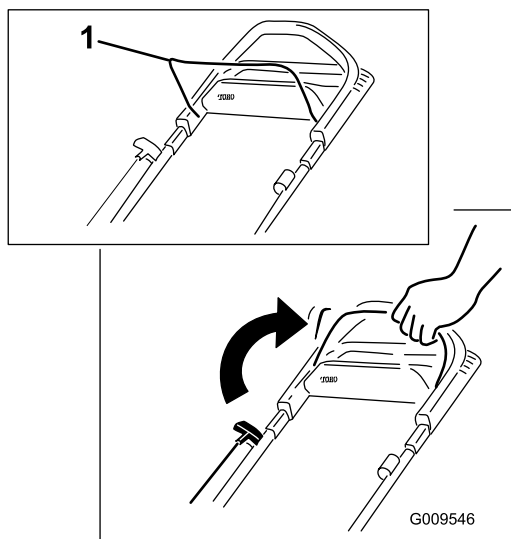

Bild 14
1. Drücken Sie den Schaltbügel gegen den Führungsholm und halten sie ihn gegen den Führungsholm gedrückt (Bild 14).